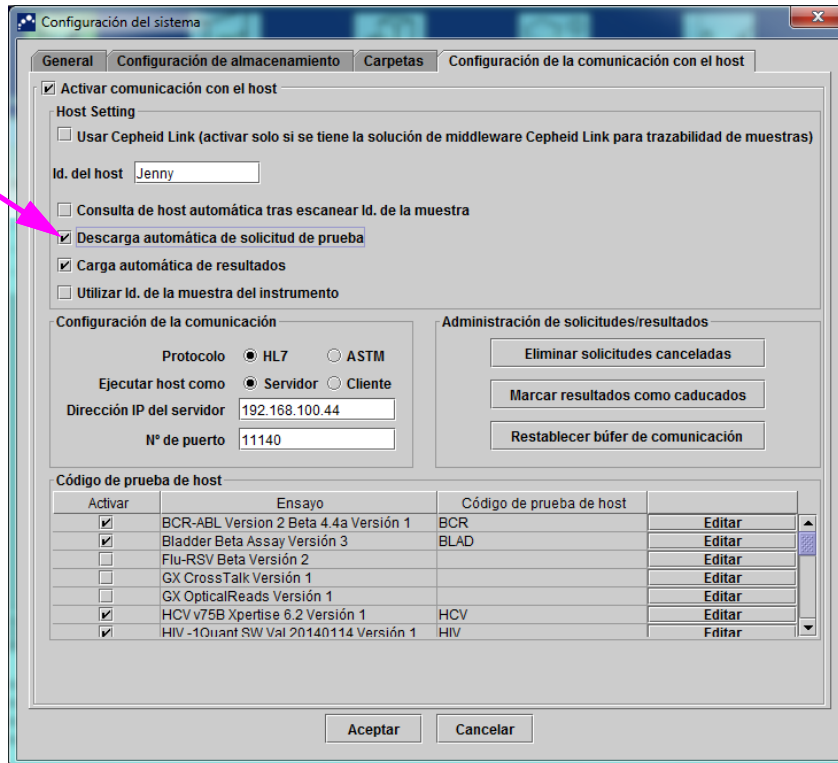

Figura 5-93. Descarga automática de solicitud de prueba seleccionada
1. En la ficha **Configuración de la comunicación con el host** del cuadro de diálogo Configuración del sistema, haga clic en la casilla de verificación **Descarga automática de solicitud de prueba** y active esta función. Consulte la figura 5-93.